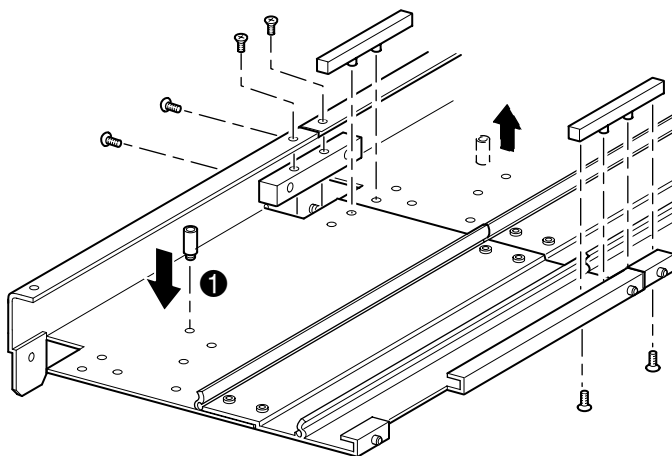

図2-18: タイバーのインストール
- b. 2つの細いタイバーのピンを、拡張ユニットとPTMベースユニットの穴に合わせ(図2-18を参照)、4本の取り付けネジ(細いタイバーのそれぞれに2本のネジ)を使用して取り付けます。
- c. 大きなタイバー(面取りされた辺がPTMベースユニットと拡張ユニットの内側の角を向くようにします)を、4本の取り付けネジを使用して取り付けます(図2-18を参照)。
11. 下部絶縁体留め具をPTMベース ユニットから取り外して、拡張PTMの最後のユニットの対応する取り付け穴に取り付けます (❶、図2-18)。